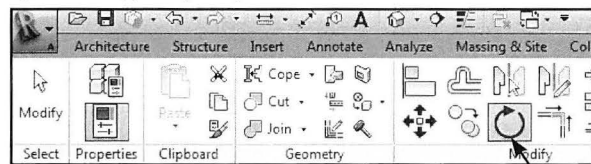

Fig. 06.19. Rotale.
- Klik på *Modify - Rotate* (Fig. 06.19).